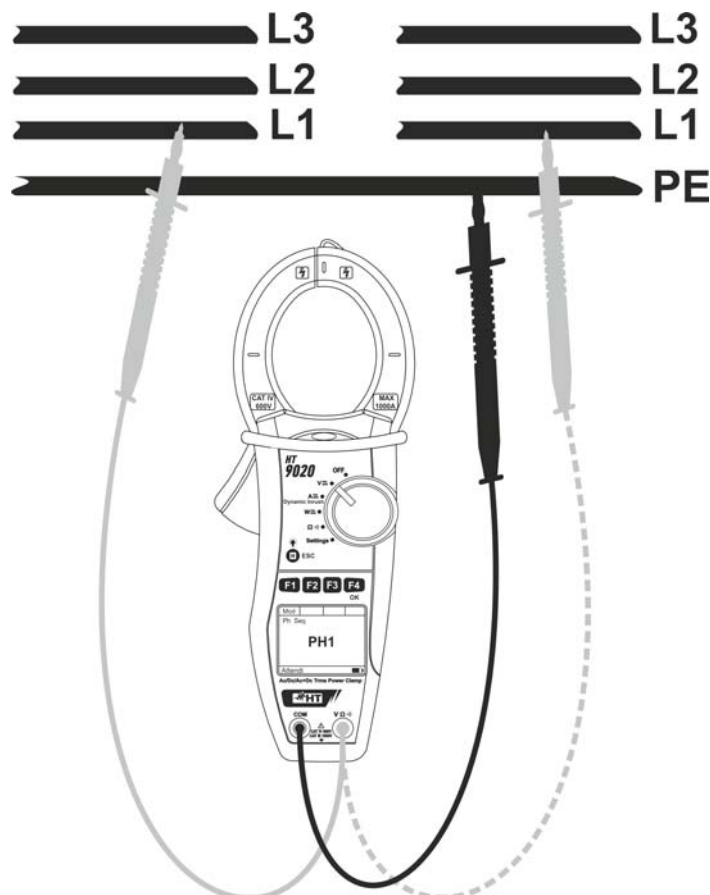

Abb. 8: Prüfung der Phasengleichheit
2. Verbinden Sie die rote Messleitung mit der **VΩ[~]** Eingangsbuchse und die schwarze Messleitung mit der **COM** Eingangsbuchse. Kontaktieren Sie die rote Messspitze mit der Phase L1 und die schwarze Messspitze mit dem PE Leiter (Abb. 8).